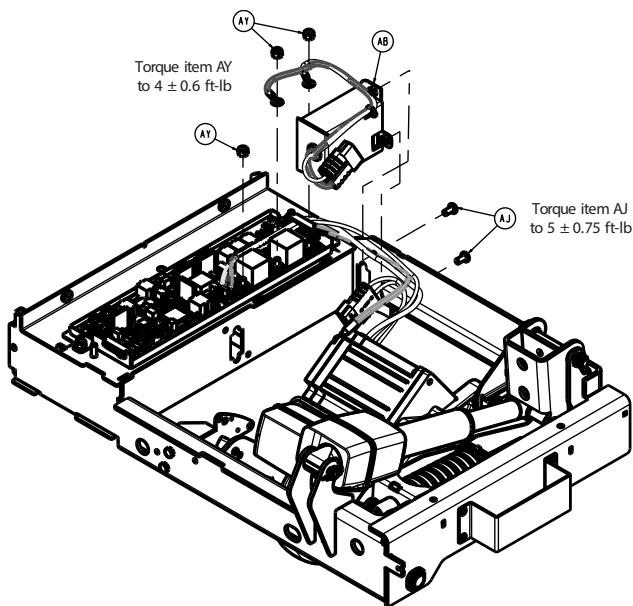

Figure 72 – Retrait du câble d'alimentation du moteur
18. À l'aide d'une clé à cliquet et d'une douille de 7/16 po, retirer l'écrou (AY) qui fixe le fil d'alimentation du moteur à la commande Zoom (Figure 72). Conserver l'écrou.